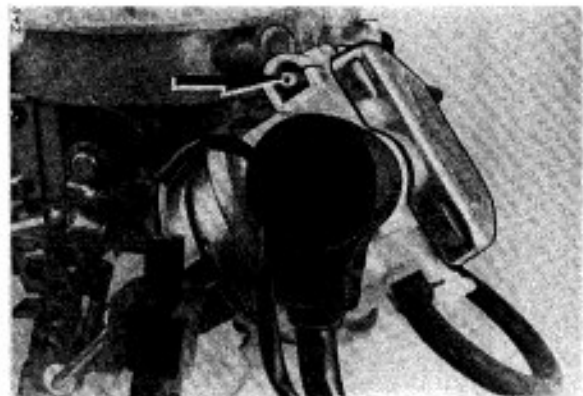

Bild 28a
a) Gasbowdenzug (1):
- Belüftende Seite (Pfeil) Bild 28a des Drosselklappenanstellers verschließen und Motor abstellen. Der Stößel des Drosselklappenanstellers wird dabei ganz zurückgezogen (Schubstellung).